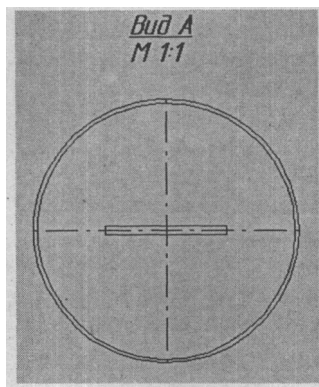

Рис. 4.20
15. Надпись вида. На панели переключения нажмите кнопку **Ш** (**Размеры и технологические обозначения**). На инструментальной панели нажмите кнопку **Ш** (**Ввод текста**). Установите курсор ввода текста на расстоянии 15-20мм от верхнего края окружности и нажмите левую кнопку мыши. В строке параметров нажмите кнопки **К** (курсив), **Ж** (полужирный) и **Ч** (подчеркнутый): **ЖрТ*Тi**. Введите с клавиатуры Вид А, затем нажмите кнопку **Ш** и клавишу **Enter**. Введите М 1:1 и нажмите кнопку **М** (**Создать объект**) (рис. 4.20).